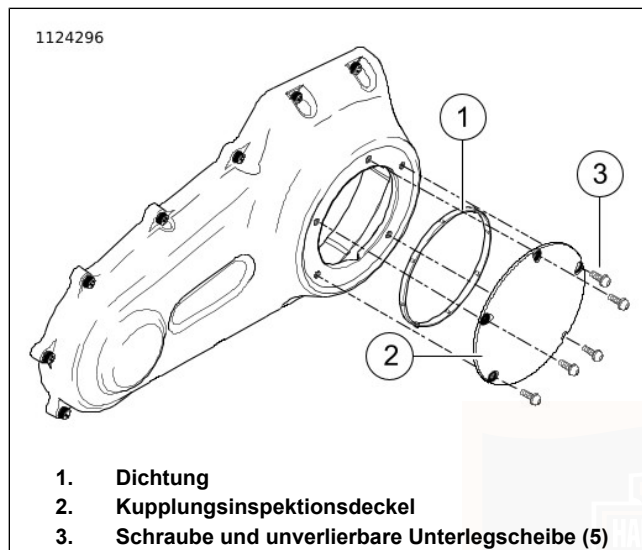
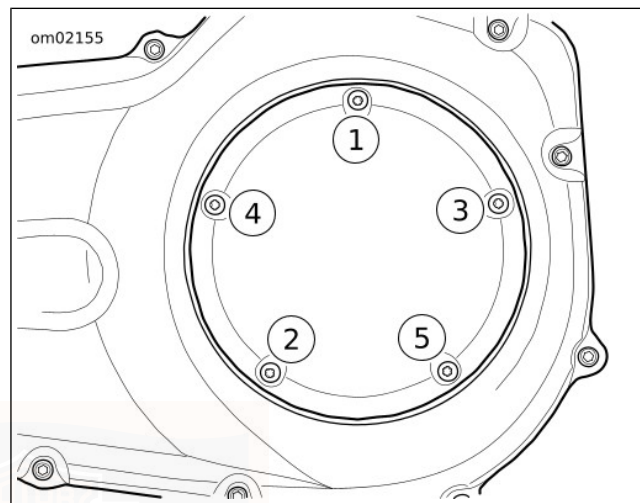

Abbildung 120. Kupplungsdeckel (Typisch)
Abbildung 121. Anzugsreihenfolge für Kupplungsdeckel DIFFERENZIAL
6. Siehe Abbildung 120. Schrauben (3) und Kupplungsinspektionsdeckel (2) entfernen.
7. Dichtung (1) entfernen. Das Öl von der Nut im Kettengehäusedeckel und der Befestigungsfläche abwischen.
- Siehe Abbildung 120 . Die **neue** Dichtung (1) in die Nut des Kupplungsinspektionsdeckels (2) einsetzen. Jede Noppe auf der Dichtung in die Nut drücken.
- Den Kupplungsinspektionsdeckel (2) mit Schrauben und unverlierbaren Unterlegscheiben (3) sicher befestigen.
- Siehe Abbildung 121 . Auf folgendes Drehmoment anziehen: 9,5–12,2 N·m (84–108 **in-lbs**).